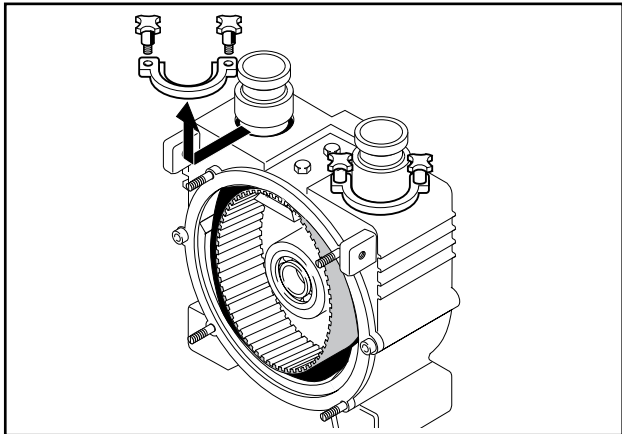

Abb. 17 Demontage Halteklauen
7. Beide Halteklaue für den Förderschlauch lösen und abnehmen (Abb. 17).